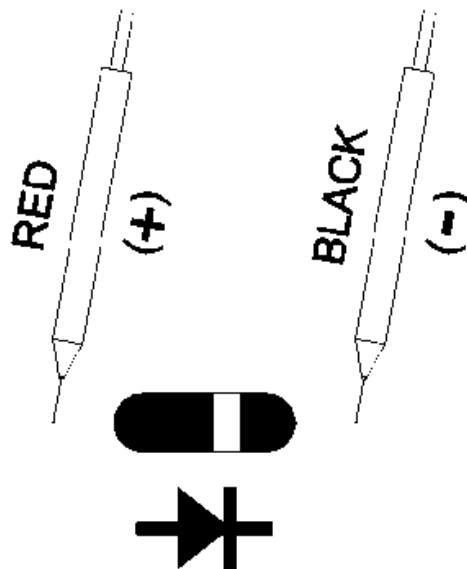

Abb. 2
- 5) a. Wenn die Diode mit einer wie in Abb. 2 dargestellten Polarität verbunden ist, entsteht ein Durchlassstrom und die ungefähre Durchlassspannung (VF) in Volt wird auf dem Display angezeigt. Wenn die geprüfte Diode defekt ist, wird ein Wert von „0,000“ oder nahe „0,000“ angezeigt (Kurzschluss) oder „OL“ (offener Stromkreis).